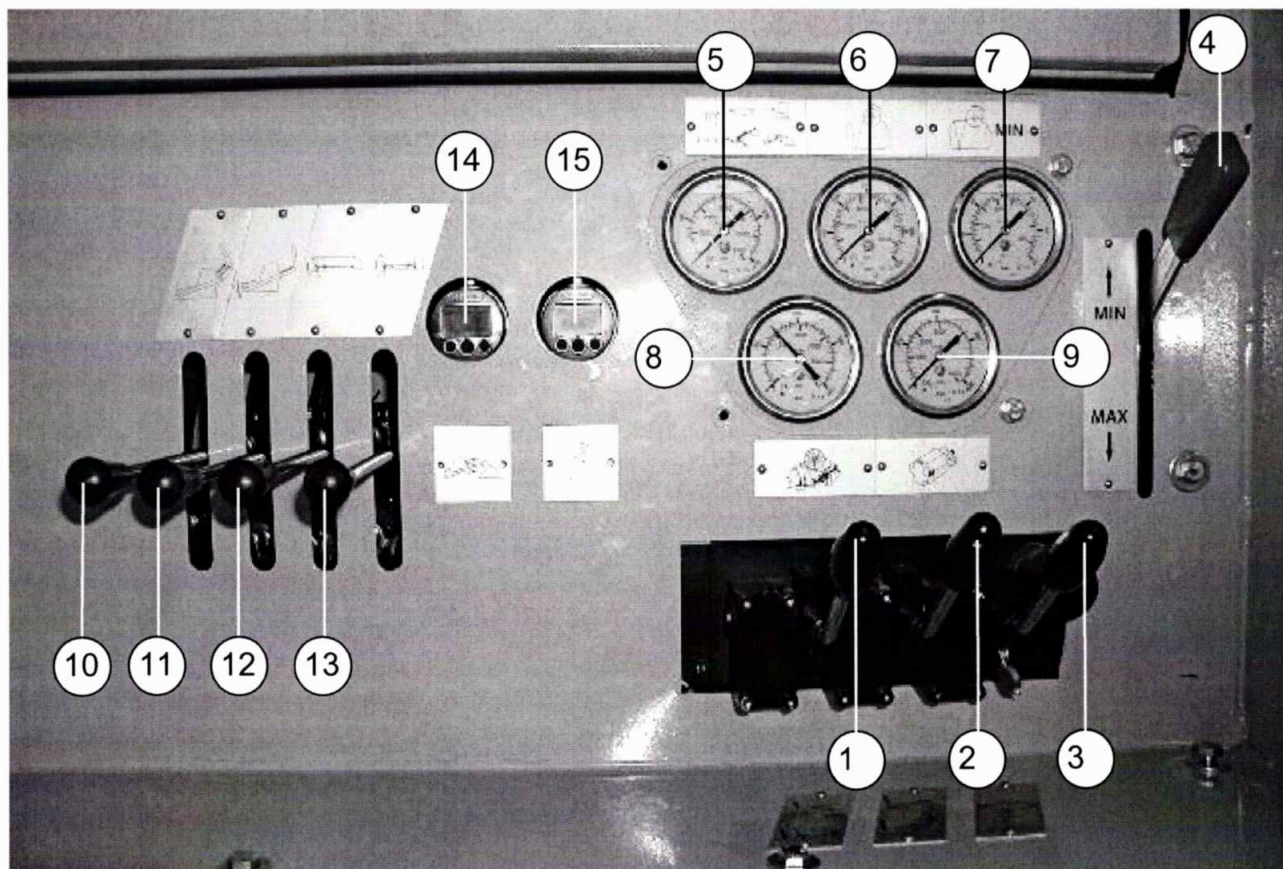
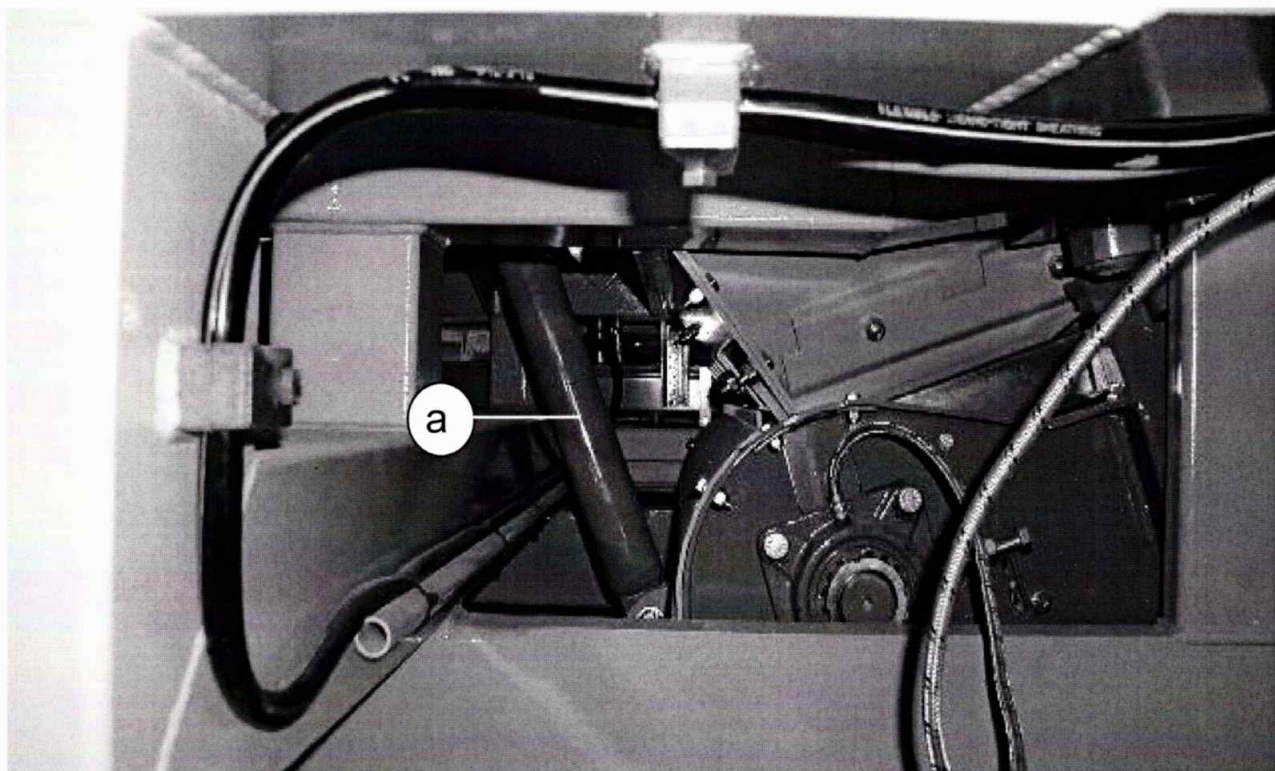

fig. 5.3.1
fig. 5.5.1
- 1) spingere la leva indicata dal particolare (1) di fig. 5.3.1;
La fig. 5.3.1 mostra la consolle di comando della macchina ed è seguita dalla descrizione di tutti gli elementi evidenziati.
Legenda degli elementi di fig. 5.3.1
Per azionare le gambe di sollevamento, bisogna spingere la leva indicata dal particolare (1) di fig. 5.3.1 ed agire sulla pulsantiera elettrica indicata dal particolare (b) di fig. 4.2.10.
Il cilindro oleodinamico (particolare (a) di fig. 5.5.1) che regola l'altezza del nastro, viene azionato dalla leva del distributore indicata dal particolare (12) di fig. 5.3.1 ma bisogna prima alimentare il distributore spingendo la leva indicata dal particolare (2) di fig. 5.3.1.
Il frantoio è azionato da una pompa a portata variabile, che si comanda mediante la leva indicata nel particolare (4) di fig. 5.3.1.
Tirando verso l'operatore la leva indicata dal particolare (1) di fig. 5.3.1 si azionano questi utilizzi mentre spingendola si predispone la macchina per il funzionamento delle gambe di sollevamento.
Tirando verso l'operatore la leva indicata dal particolare (2) di fig. 5.3.1 si aziona il nastro principale mentre spingendola si alimenta il distributore dei servizi della macchina indicati dai particolari (10), (11), (12) e (13) di fig. 5.3.1.
La leva che aziona questo utilizzo, è indicata dal particolare (3) di fig. 5.3.1.